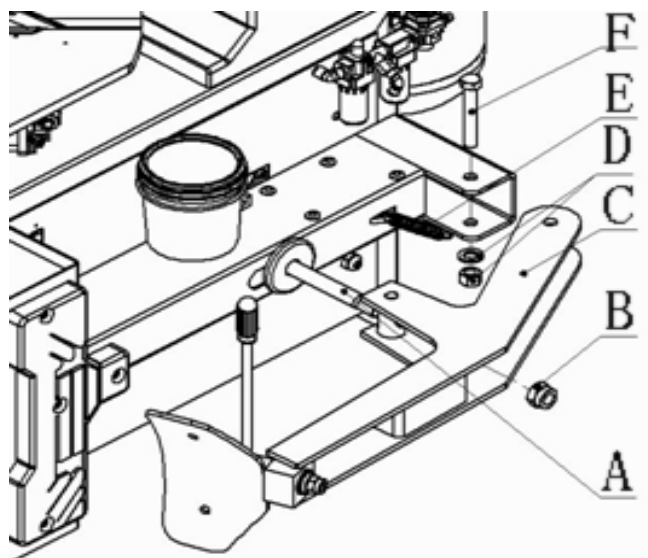

Рис. 4-11
4.2.16 Отвинтите контргайку (Рис.4-11 В) в верхней части штока поршня цилиндра разбортовочного устройства и отвинтите
соединение болта (4-11 F) (4-11 D) на корпусе. Согласно указаниям на Рис.4-11, вставьте нож (4-11 С) в шток поршня (4-11 А), повесьте один конец пружины ручки разбортовочного устройства (4-11 Е) на корпус и затем вставьте болт (4-11 F) в корпус и отверстие для ножа и используйте гайку и плоскую шайбу (4-11 D) и болт (4-11 F) для соединения и фиксации. Затяните контргайку (4-11 В) шток поршня цилиндра разбортовочного устройства. Повесьте другой конец пружины ручки разбортовочного устройства (4-11 Е) на контактный вал ручки разбортовочного устройства (4-12 А)